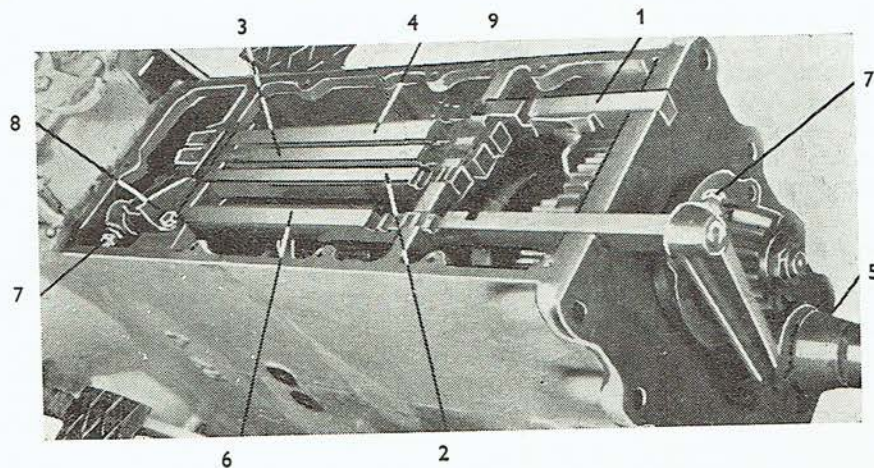

Abb. 110
2. Die Schaltstange der Reduktion (Abb. 110/1) ist einzusetzen.
3. In die Führung im Getriebegehäuse und in die Radnuten sind gleichzeitig drei Schaltstangen, und zwar des V. und IV. (Abb. 110/2), des III. und II.
(Abb. 110/3), des I. und des Rückwärtsganges (Abb. 110/4) einzulegen. Die Schaltgabeln müssen in der Führung des Getriebegehäuses und in den Nuten der Schalträder frei bewegbar sein.
4. In die Nute des Mähbinder-Antriebsrades ist die Ausrückgabel des Mähbinders und in die Nute des Hydraulikrades die Ausrückgabel des Anhängers einzulegen. In die Führung im Getriebegehäuse ist die Schaltstange des Mähbinders und Anhängers einzulegen. An die Absetzung der Schaltstange sind die Antriebsgabeln aufzusetzen und mit Schrauben M 8 (Abb. 110/7) und Sicherungsunterlagen zu befestigen.
6. Mit zwei Schrauben M 8×20 ist die Schaltführung (Abb. 110/8) zu befestigen.